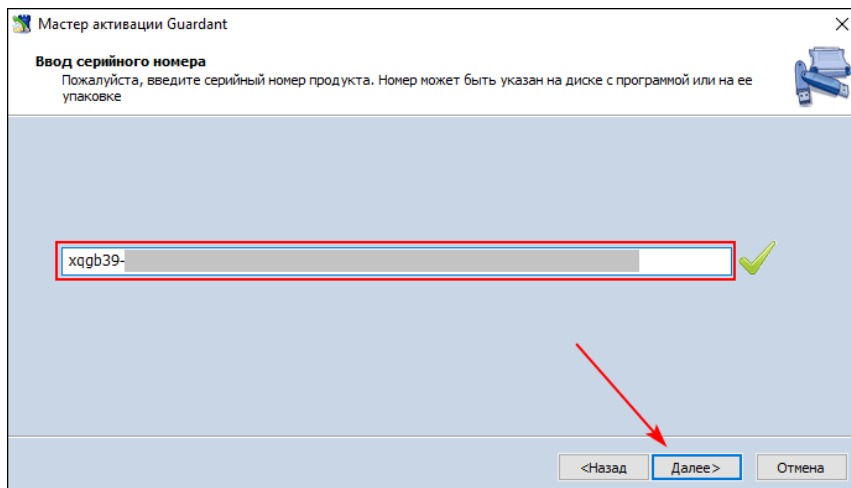

Рисунок 32 - Ввод серийного номера ключа
7. Введите серийный номер ключа и нажмите **Далее** (Рисунок 32).